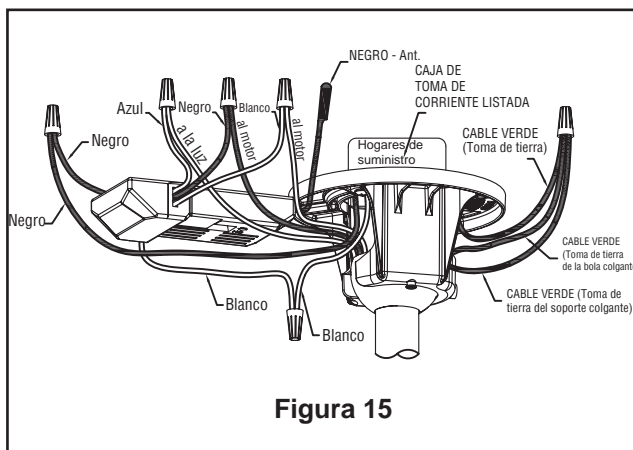

Figura 15
4. Conecte los cables verdes desde el soporte colgante y la bola colgante en el cable desnudo (toma de tierra) utilizando el conector de cables suministrado. Conecte el cable negro desde la unidad del receptor marcado "AC IN L" al cable negro de suministro de electricidad utilizando el conector de cables suministrado. Conecte el cable blanco desde la unidad del receptor marcado "AC IN N" al cable blanco de suministro de electricidad utilizando el conector de cables suministrado. Conecte el cable blanco desde la unidad del receptor marcado "TO MOTOR N" al cable blanco del ventilador utilizando el conector de cables suministrado con el receptor. Conecte el cable blanco desde la unidad del receptor marcado "TO MOTOR L" al cable blanco del ventilador utilizando el conector de cables suministrado con el receptor. Por último, conecte el cable azul del receptor al cable azul de la luz del ventilador utilizando el conector de cables suministrado. Coloque todos los cables conectados y la antena del receptor para permitir la instalación de la cubierta del techo. (Figura 15)